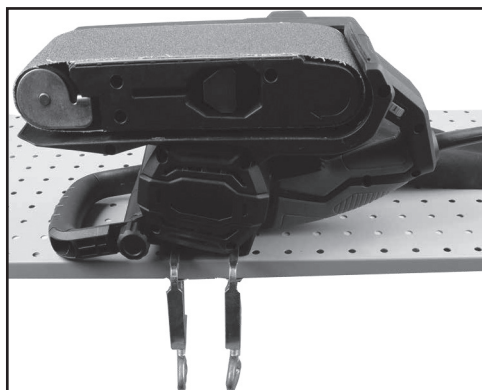

Рис. 4
- Повернуть электроинструмент как показано на рис. 4 и положить на прочный рабочий стол.